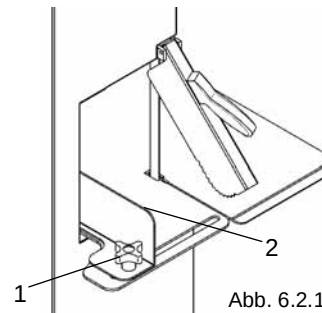

Abb. 6.2.1
6.2 - Voreinstellungen (Abb.6.2.1)